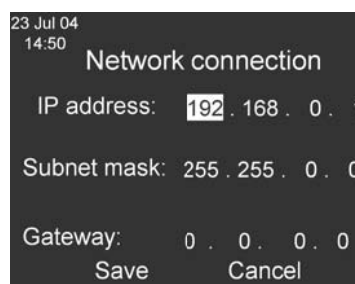

Abbildung 27: IP-Adresse im Fenster Network Connection (Netzwerkverbindung).
3. Lesen Sie die IP-Adresse im Fenster **Network Connection** (*Netzwerkverbindung*) ab (Abbildung 27).